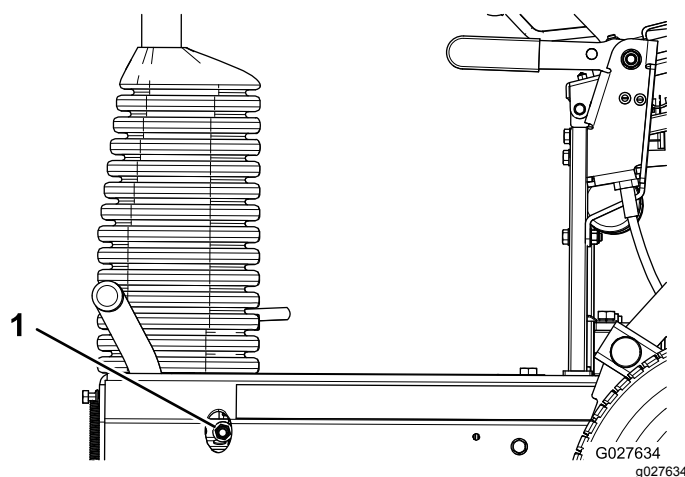

Figura 38
- Para aumentar a força do travão, aperte a porca do travão (Figura 38).
- Para diminuir a força do travão, desaperte a porca do travão (Figura 38).